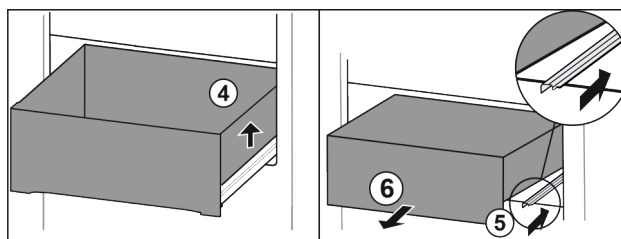

Fig. 90
- ▶ Emelje meg a fiók jobb oldalát. Fig. 90 (4)
- ▶ Tolja be a jobb oldali sínt. Fig. 90 (5)
- ▶ Vegye ki a fiókot előrefelé. Fig. 90 (6)